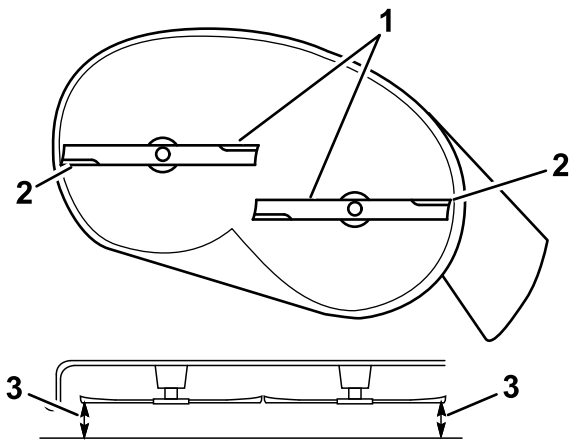

Figure 67
5. Mesurez la distance entre les tranchants extérieurs et le sol plat (Figure 67).